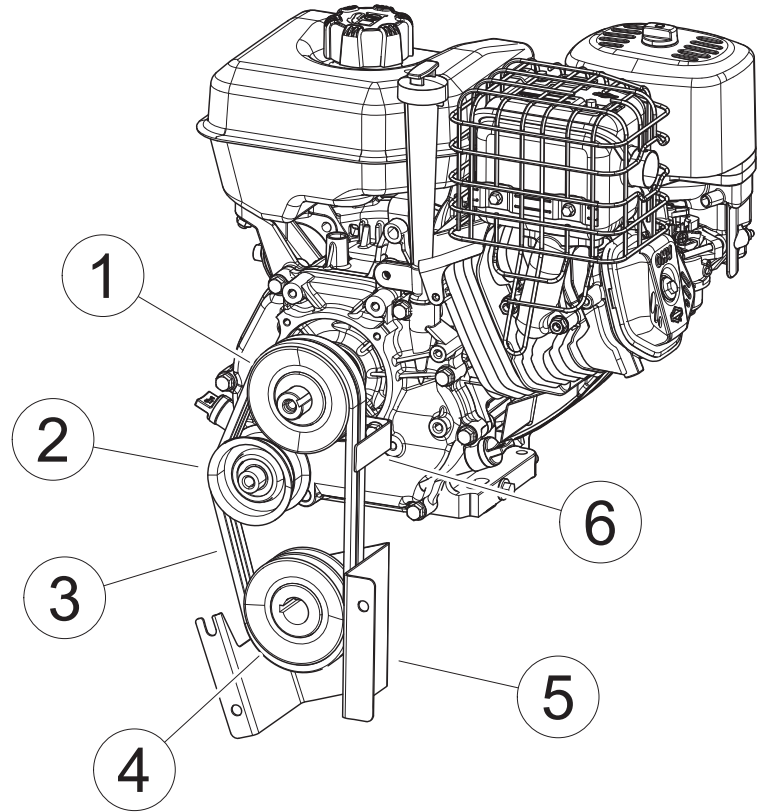

Figura 5.11
2. Afloje los tornillos de fijación y con un canto recto alinee la polea del motor (1) con la polea loca (2) y la polea del rotor (4) con la polea del motor (1). Véase la Figura 5.11. Apriete todos los tornillos de fijación.
3. Acople el embrague con la correa (3) en su lugar y verifique el acoplamiento loco. Véase la Figura 5.11. La polea loca deberá golpear la correa en el centro de la polea. Todas las poleas tienen que estar perfectamente alineadas. Aplique un par de torsión de 160 lb-pulg. al tornillo de fijación de la polea.